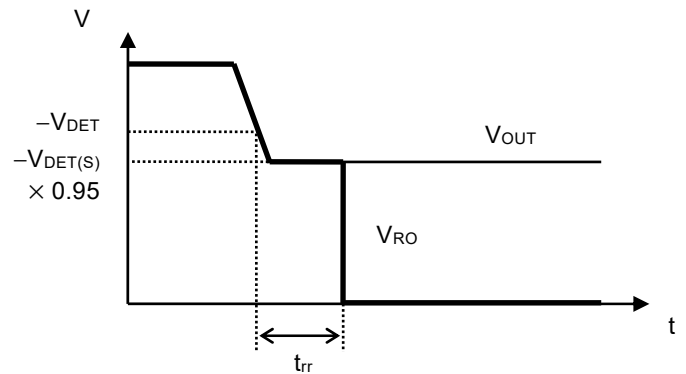

图6 复位反应时间
*4. 从VOUT低于检测电压值开始，到实际RO端子的输出开始反转为止的时间 (参阅图6)。